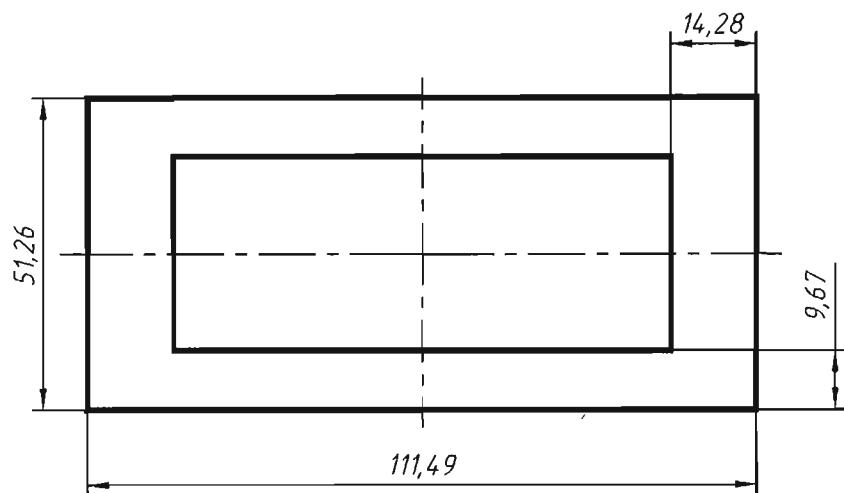

Рис. 8.3. Чертеж к заданию №3
8.2.2. Начертить фигуру по рис. 8.3. В построениях использовать конструкционные линии.